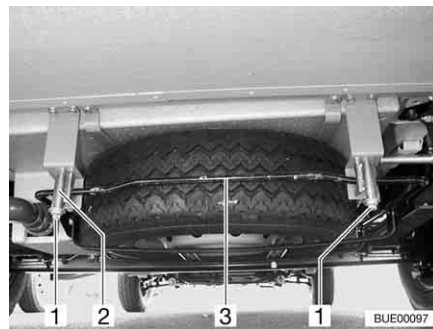

Bild 311 Ersatzrad-Halterung (Aufnahmekorb)
- Muttern (Bild 311,1) am rechten und linken hinteren Haken (Bild 311,2) der Ersatzrad-Halterung lösen.
- Bügel (Bild 311,3) leicht nach oben drücken. Gleichzeitig Haken nach unten ziehen und Bügel aushängen.